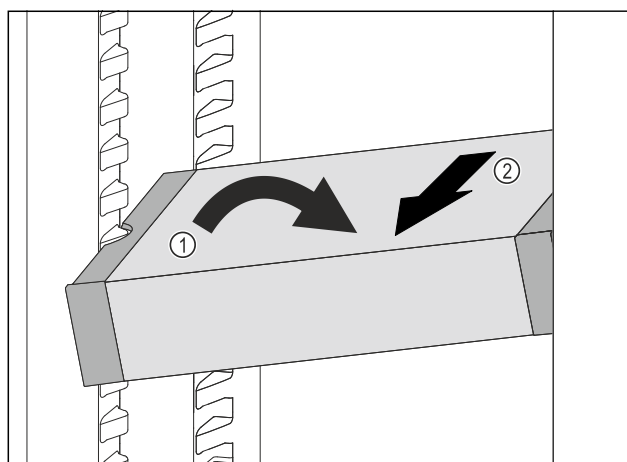

Fig. 139
- Ukosite ladicu VarioSafe u hladnjaku. Fig. 139 (1)
- Izvadite ladicu VarioSafe prema naprijed. Fig. 139 (2)